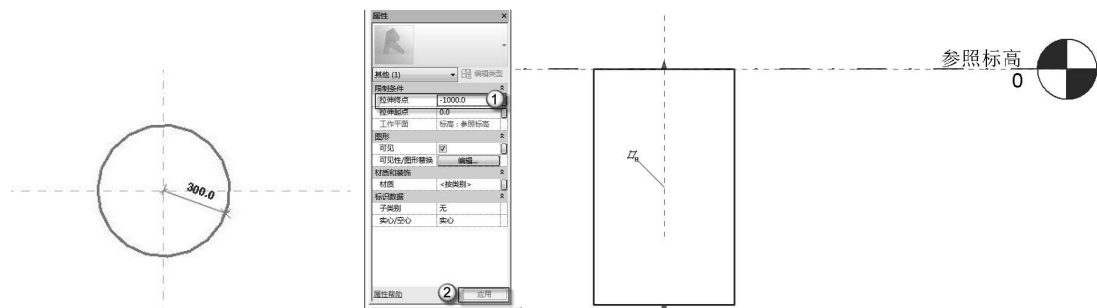

图 2.2.2 绘制桩截面
(2) 绘制桩截面。选择“创建”→“拉伸”→“圆形”命令，输入桩半径数值300绘制圆形桩截面，在“属性”面板中，在“拉伸终点”后输入数值-1000，单击“应用”按钮，在“立面→前视图”截面，查看桩长，如图2.2.2所示。